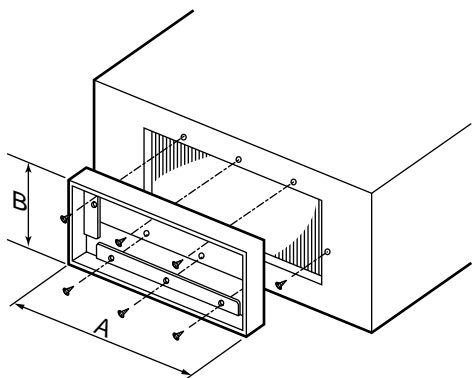

Figura 1
- ① Usando 6 viti, montare la flangia sulla porta di approvvigionamento d'aria dell'unità interna. (Figura 1)
- ② Impostare il condotto quadrato a seconda della dimensione interna della flangia. $A \times B$.